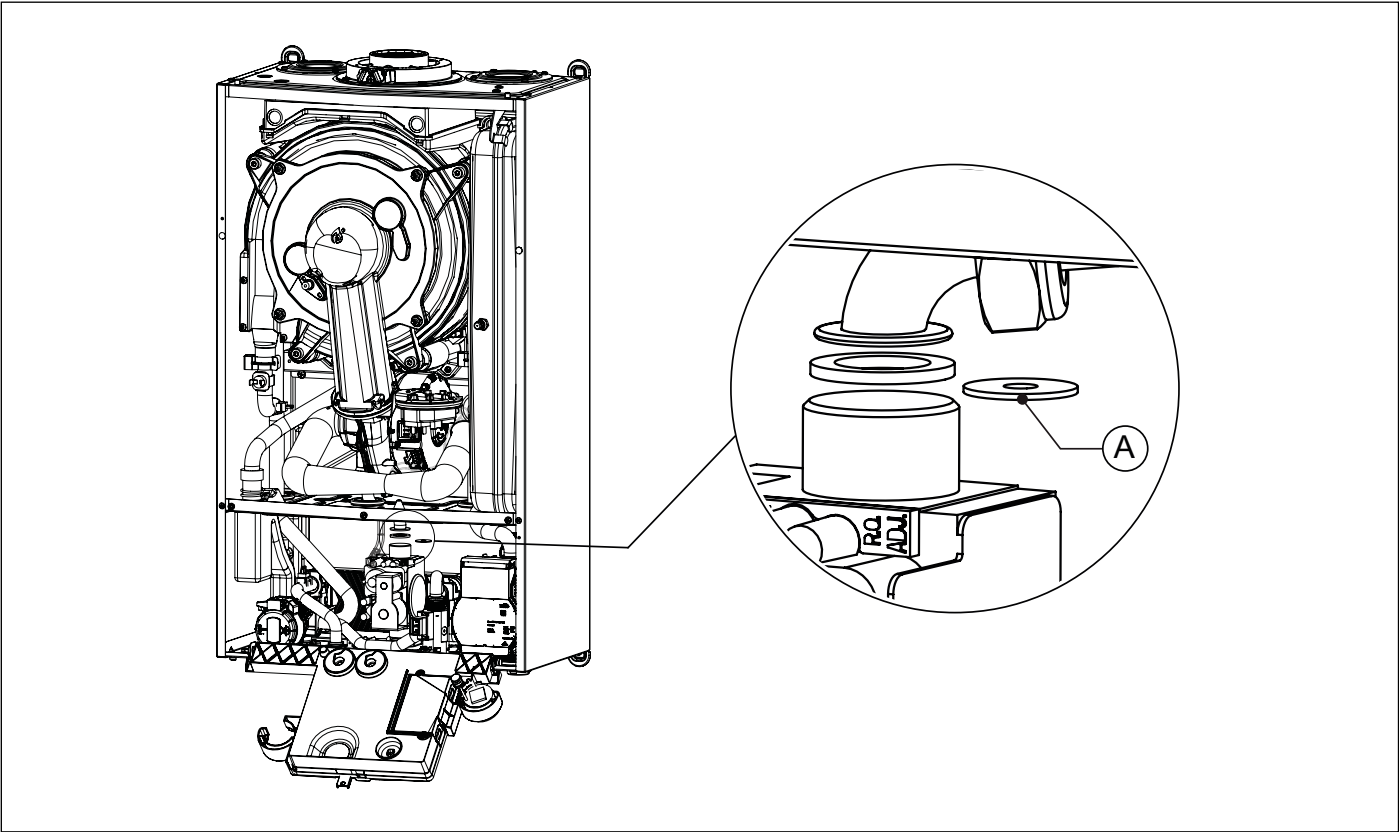

图 24 更换燃气隔膜
- 将燃气管从燃气阀上断开（请参阅 图 24 更换燃气隔膜）。
- 将燃气隔膜 (A) 更换为新型燃气（见 图 24 更换燃气隔膜 以及 表 10 燃气隔膜直径 (mm)）。